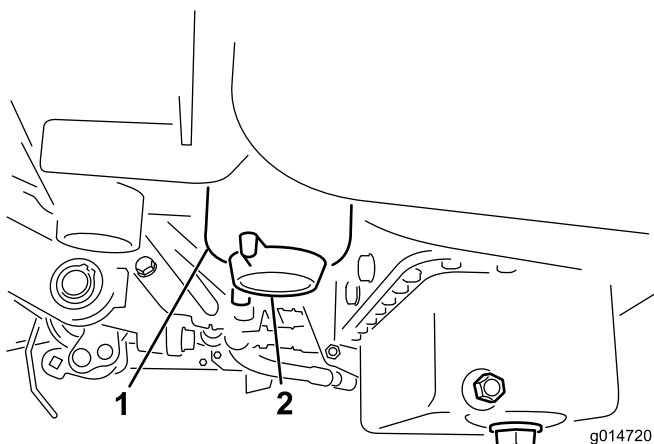

Figura 34
- Abra o tampão de drenagem no filtro de combustível aproximadamente uma volta e drene qualquer água acumulada (Figura 34). Volte a apertar o tampão após o escoamento.